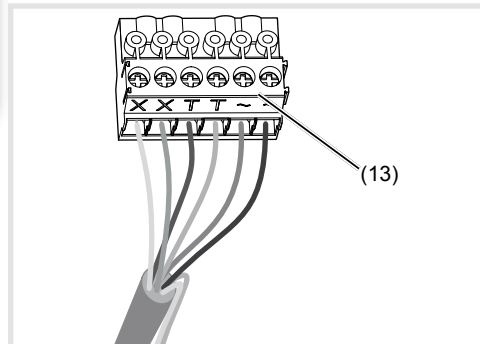

Bild 5: verdrahteter Anschluss-Klemmblock
- Anschluss-Klemmblock (13) vom Gerät nach unten hin abziehen.
- Adernpaar der 2Draht Busleitung an die Klemmen **XX** des Anschluss-Klemmblocks anschließen (Bild 5).
- Gegebenenfalls Türöffner-Leitung an die Klemmen **TT** des Anschluss-Klemmblocks (Bild 5 und 6) anschließen.
- Für Ruftasten-Hinterleuchtung und Kameraheizung 12 V~ Zuleitung vom Netztransformator an die Klemmen ~ des Anschluss-Klemmblocks anschließen (Bild 5 ... 7).